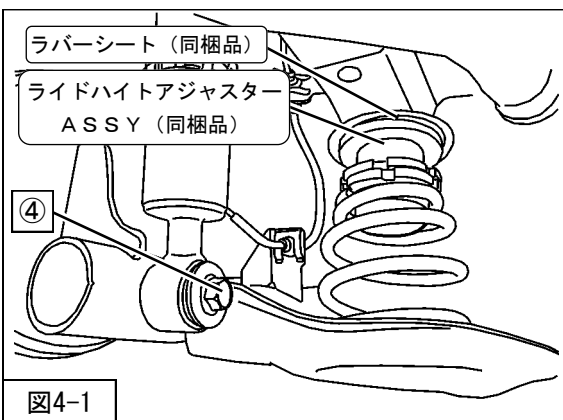

図4-1
1. アクスルビームをジャッキで下から支えながら、ラバーシート (同梱品) ライドハイトアジャスターASSY (同梱品) リアスプリング (同梱品) ロアラバーシート (純正部品) を車両に取付けてください。(図4-1)
4. ④リアショックアブソーバASSYロア取付ボルト (締付トルク : 98N・m) を使用して、リアショックアブソーバASSYを車両に取付けてください。(図4-1)